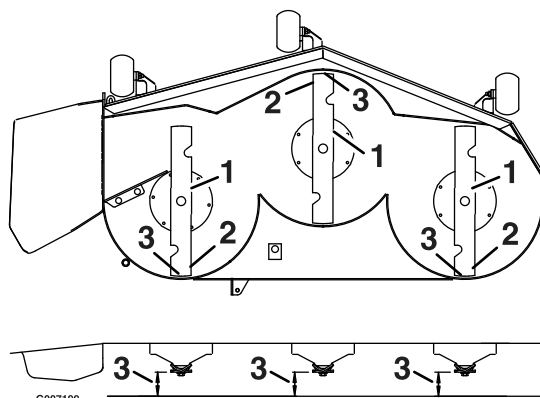

Figure 59
3. Faites pivoter les lames avec précaution pour faire passer les pointes avant à l'arrière (Figure 59).
4. Mesurez la distance entre la pointe de la lame avant et la pointe de la lame arrière par rapport à la surface plane (Figure 59). Si la pointe avant de la lame n'est pas de 1,6 à 7,9 mm (1/16 à 5/16 po) plus basse que la pointe arrière, poursuivez la procédure de mise à niveau du tablier de coupe.